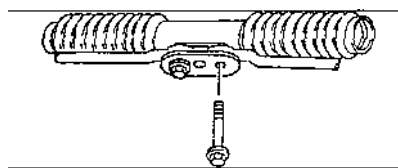

Рис. 6.3.
- сняв стопорную пластину, вернуть болт крепления рулевой тяги к рулевой передаче (рис. 6.3);